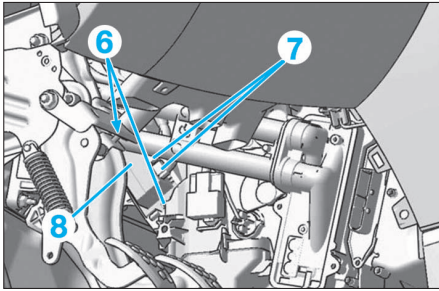

FIG. 17
- Débrancher les connecteurs (7) (Fig.17), puis déposer les vis (6).